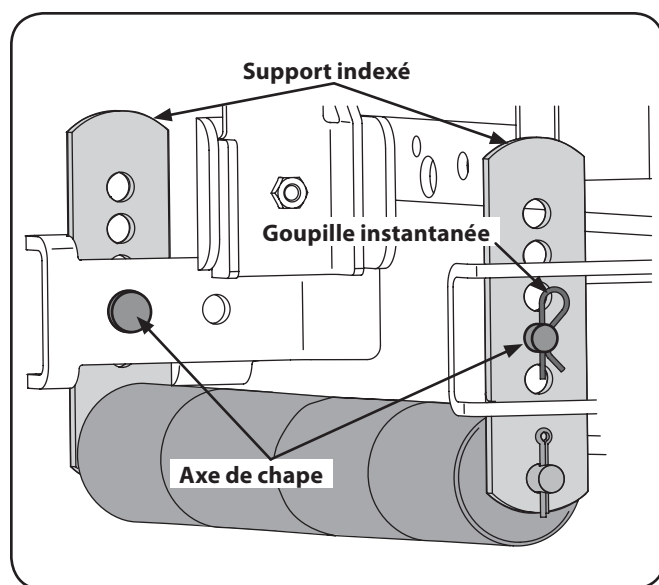

Figure 6-8
1. Soutenez les rouleaux, retirez la goupille instantanée et sortez l'axe de chape des supports indexés à droite et à gauche. Voir la Fig. 6-8.
3. Alignez les trous d'indexage les plus proches avec les trous des supports de montage des rouleaux. Faites passer les axes de chape dans les supports du plateau de coupe et dans les supports indexés et maintenez-les en place avec les goupilles instantanées. Voir la Fig. 6-8.